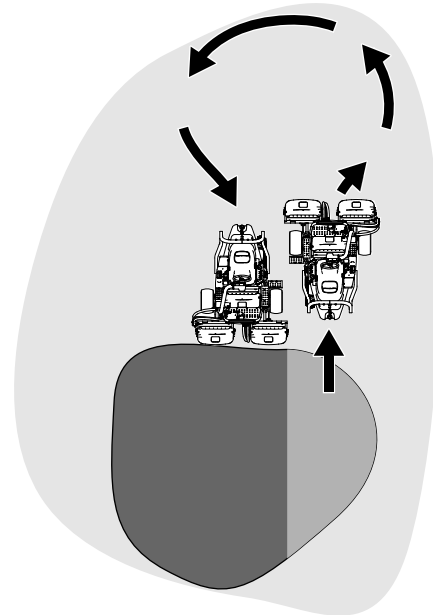

Figure 22
6. Pour réduire le temps de travail et faciliter l'alignement pour la passe suivante, tournez momentanément la machine dans la direction opposée, puis tournez-la vers la partie à tondre. Ce demi-tour en « goutte d'eau » (Figure 22) permet d'aligner rapidement la machine pour la passe suivante.